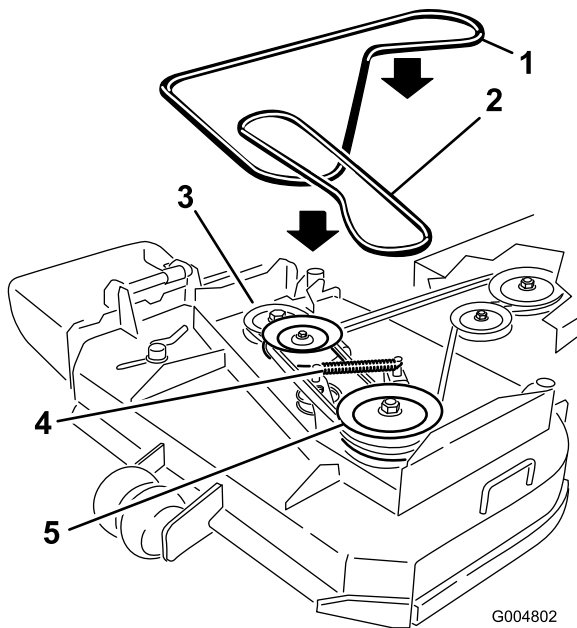

Figure 37
6. Décrochez le ressort du bras de la poulie de tension pour réduire la tension sur le bras et la poulie de tension, puis enlevez la courroie usagée (Figure 37).
7. Placez une courroie neuve autour des 2 poulies d'axe extérieures, de la poulie de tension et dans la gorge inférieure de la poulie d'axe double (Figure 37).
8. Raccrochez le ressort du bras de tension (Figure 37).
10. Réglez l'écartement entre le guide et la courroie à 3 mm (Figure 37).